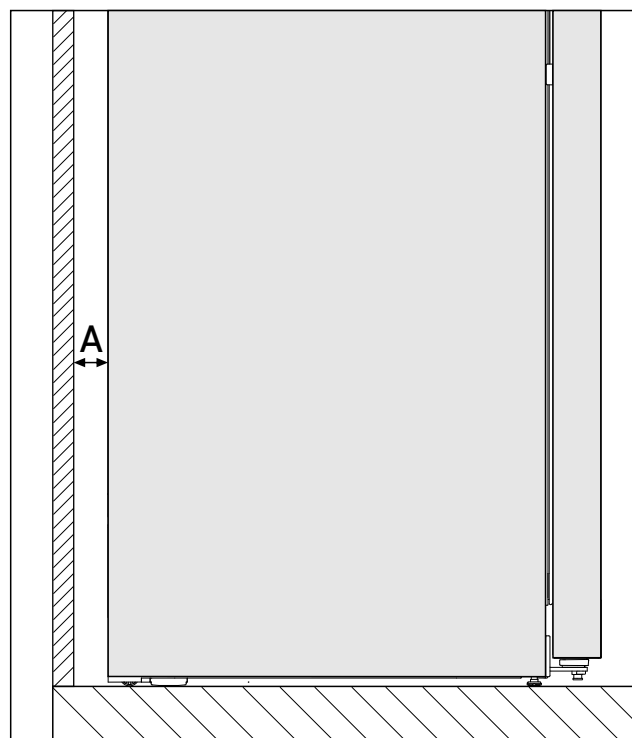

Fig. 2 *
Spotřeba energie byla zjištěna s ohledem na vzdálenost od stěny Fig. 2 (A) mezi zadní stranou spotřebiče a stěnou. Pokud je vzdálenost od stěny menší než Fig. 2 (A), nemá to žádný vliv na funkčnost spotřebiče, avšak při menší vzdálenosti od stěny se mírně zvýší spotřeba energie.*